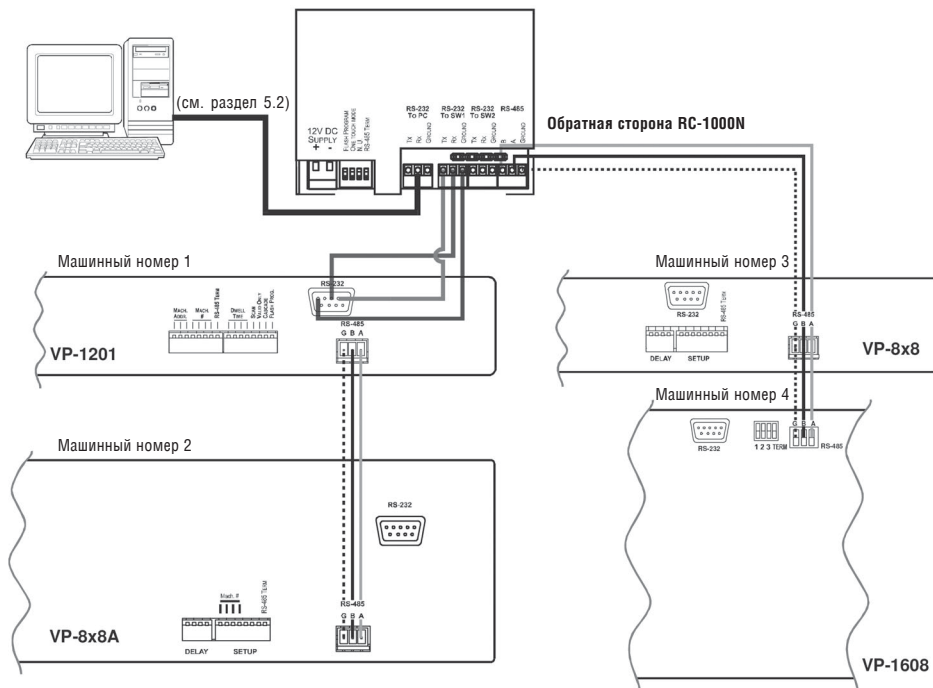

Рис. 3. Подключение приборов к RC-1000N
RC-1000N может управлять группой коммутаторов Kramer общим числом до 16. Пример на рис. 3 иллюстрирует подключение:
Подключение приборов к **RC-1000N** иллюстрирует рис. 3.
RC-1000N может управлять несколькими коммутаторами, которые подключаются через интерфейс RS-485. Пример такого подключения показан на рис. 3, где **VP-1608** подключен к **RC-1000N** через разъем RS-485 **VP-8x8**, а **VP-8x8A** — через разъем RS-485 **VP-1201**.
Например, на рис. 3 все четыре коммутатора, подключенных к панели **RC-1000N**, имеют различные машинные номера:
Для управления системой, показанной на рис. 3, вы можете:
2. В группе *IN / OUT SELECTOR* нажмите кнопку с номером, соответствующим машинному номеру выбираемого коммутатора. Выбранный номер будет отображаться мигающим на дисплее. В нашем примере на рис. 3 выбор коммутатора **VP-8x8A**, который имеет машинный номер 2, выполняется нажатием кнопки 2.
Все действия, выполняемые на **RC-1000N**, теперь относятся к прибору с машинным номером 2 (**VP-8x8A** на рис. 3).